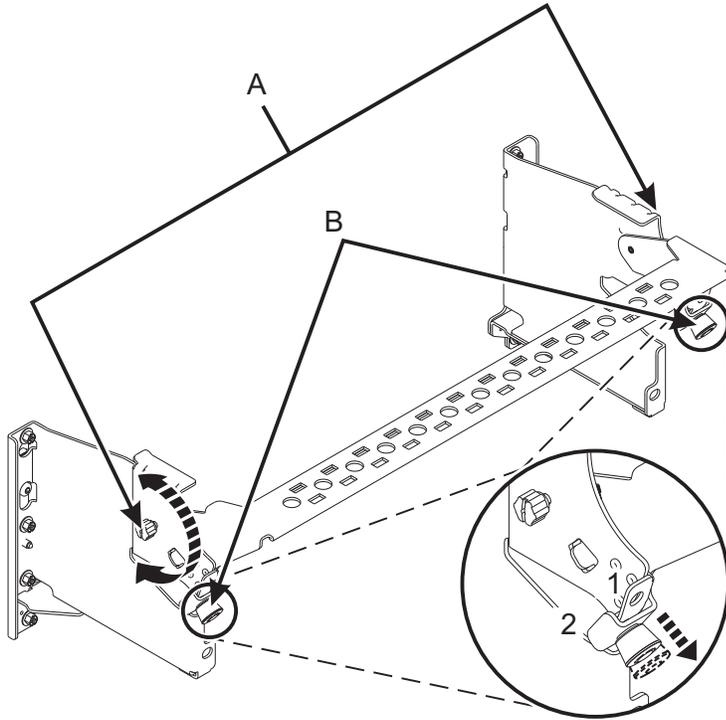

Abbildung 48. Kabelführungshalterung in Betriebsposition bringen
5. Bringen Sie die Kabelführungshalterung in die Betriebsposition. Siehe Abb. 48 auf Seite 49.